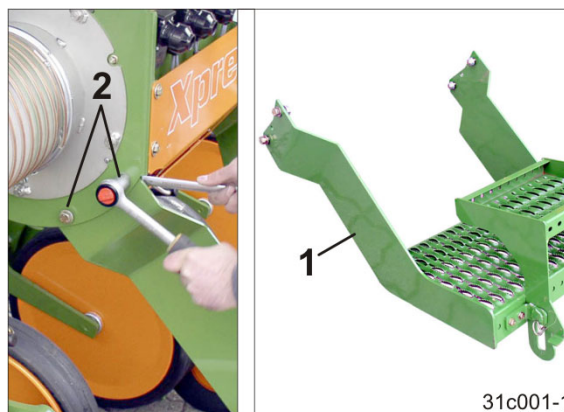

Fig. 8
2. Afmonter læssebroen (Fig. 8/1).
- 2.1 Hver læssestige er fastgjort med 4 skruer (Fig. 8/2).
6. Monter læssebroen (Fig. 8).